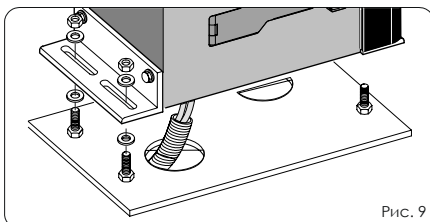

Рис. 9
3. Расположите привод на основании, используя шайбы и гайки из комплекта, как показано на рис.9. Во время этой процедуры, проложите кабели через канал в